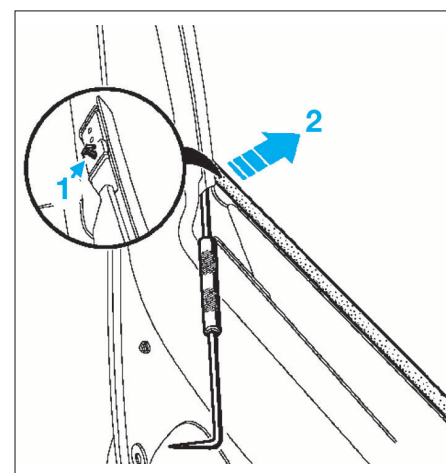

FIG. 70
- Extraire le clips (1) à l'aide d'une pointe à tracer en exerçant une légère pression (2) (Fig.70).